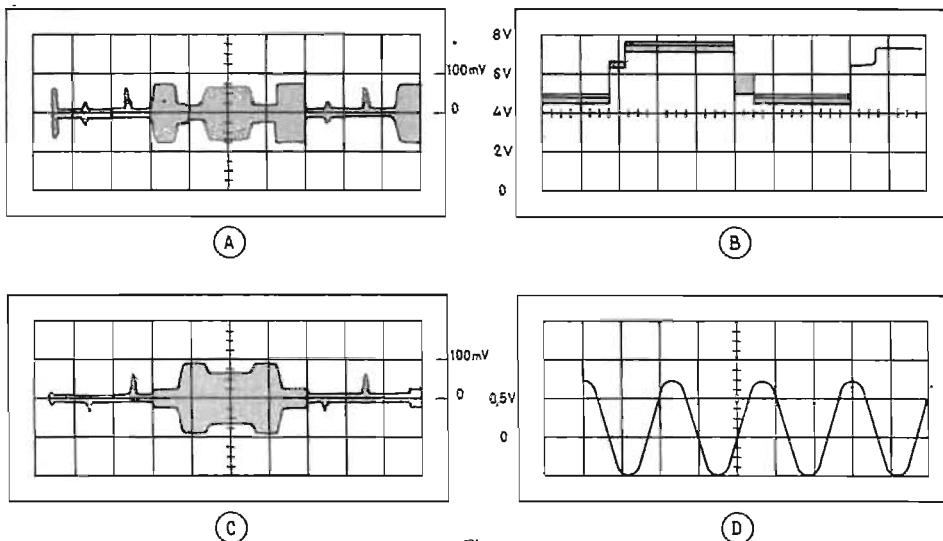

Fig. 5
- La figure 5 donne les oscillogrammes des signaux :
- En (A) le signal d'entrée B-Y avec échelle verticale de 100 mV par division.
- En (B) le signal rectangulaire du flip-flop, 2 V par division.
- En (C) signal d'entrée R-Y, 100 mV par division.
- En (D) tension sinusoïdale de référence, 0,5 V par division.